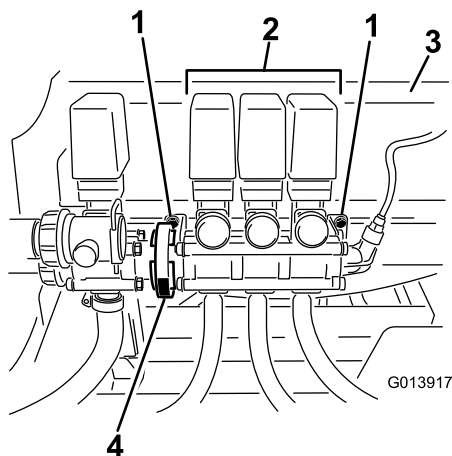

図 3
2. ブームバルブ・アセンブリを取り付けブラケットに固定しているボルトをゆるめる(外さないこと)(図 3)。